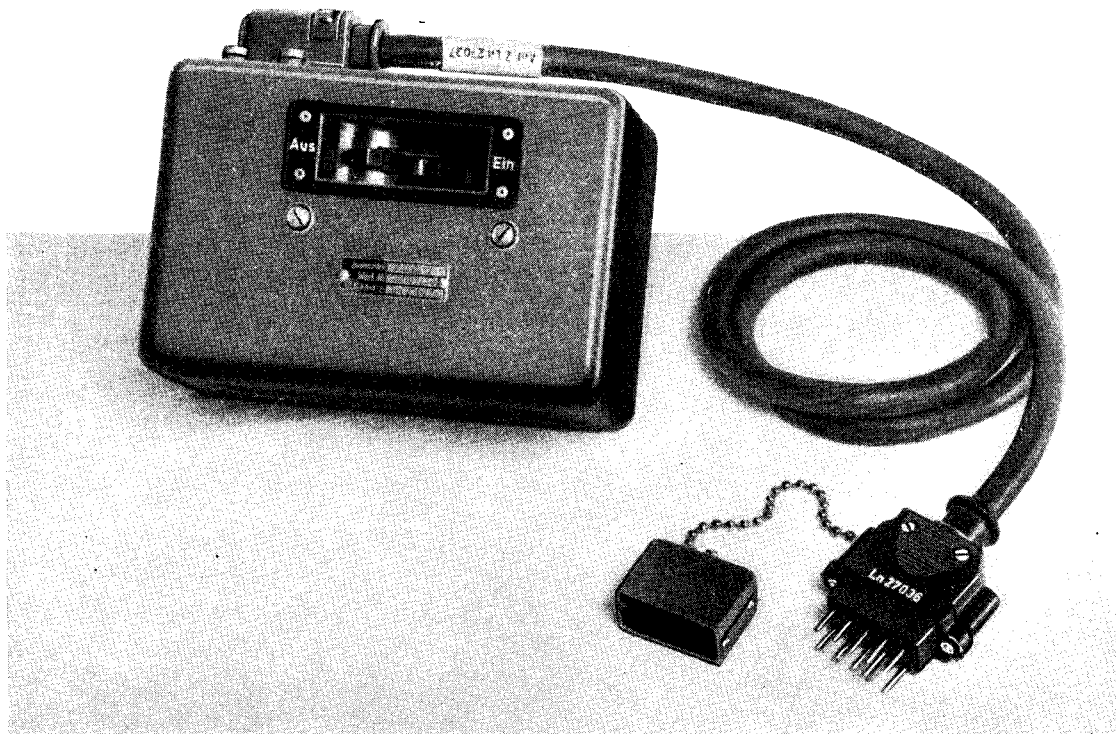

Abb. 1: Frequenz-Kontrollgerät PQQ 17. Außenansicht
**Streiche auf Seite 7**, Bildunterschrift zu Abb. 1 die Zahl: „17“ und setze dafür handschriftlich: „16“.